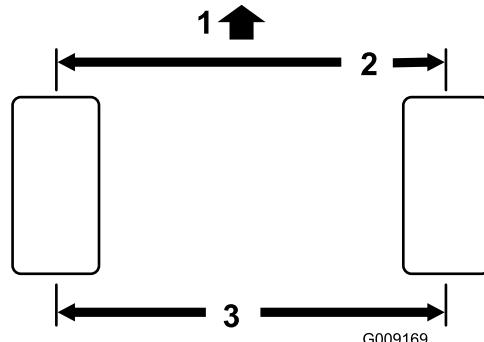

Figura 56
- Meça a distância de centro a centro (à altura do eixo) na zona dianteira e traseira dos pneus da direção (Figura 56).